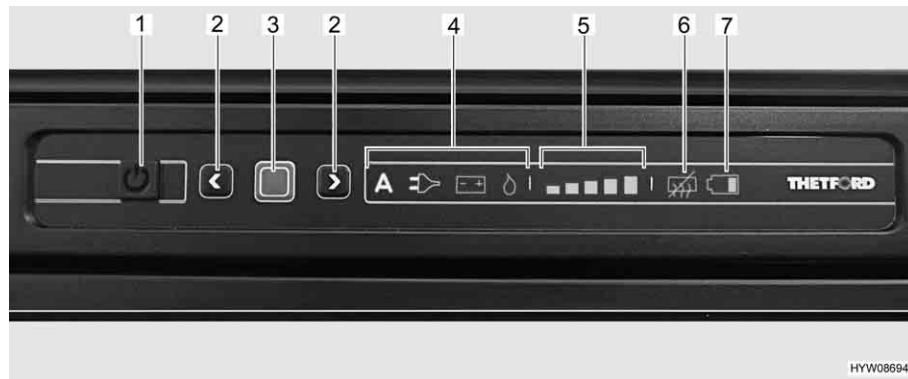

Fig. 98 Elementi di comando del frigorifero
Dopo l'accensione, il frigorifero seleziona automaticamente la regolazione del termostato impostata per ultima. Questa impostazione può essere modificata manualmente con i tasti freccia (Fig. 98,2). Le barre luminose dell'indicatore del livello di refrigerazione (Fig. 98,5) visualizzano la temperatura selezionata sul termostato.
Con i tasti freccia (Fig. 98,2) viene regolata la temperatura di refrigerazione per tutti i tre tipi di energia. Ci vogliono alcune ore prima che il frigorifero raggiunga la temperatura di esercizio impostata. Cambiando la modalità di funzionamento la regolazione del termostato non viene modificata. La temperatura di refrigerazione è indipendente dal tipo di energia utilizzata.
- Premere il tasto On/Off (Fig. 98,1) per 1 secondo. Il tasto si illumina di verde. Gli indicatori si illuminano per 10 secondi, quindi vengono smorzati per risparmiare energia.
- Premere il tasto di conferma (Fig. 98,3). L'impostazione attuale della modalità di funzionamento viene visualizzata.
- Premere il tasto di conferma (Fig. 98,3) per 2 secondi. Il simbolo della modalità di funzionamento (Fig. 98,4) lampeggia.
- Selezionare la modalità di funzionamento desiderata con i tasti freccia (Fig. 98,2).
- Premere il tasto di conferma (Fig. 98,3) per 2 secondi. I simboli della modalità di funzionamento lampeggiano.
- Premere nuovamente il tasto di conferma. L'indicatore del livello di refrigerazione (Fig. 98,5) lampeggia.
- Selezionare la potenza di raffreddamento desiderata con i tasti freccia (Fig. 98,2).
- Premere il tasto On/Off (Fig. 98,1) per circa 2 secondi. Tutte le spie si spengono.
Spegnimento: ■ Premere entrambi i tasti freccia (Fig. 98,2) contemporaneamente per circa 2 secondi. Il simbolo di disattivazione della funzione anti-condensa (Fig. 98,6) si illumina.
Accensione: ■ Premere entrambi i tasti freccia (Fig. 98,2) contemporaneamente per circa 2 secondi. Il simbolo di disattivazione della funzione anti-condensa (Fig. 98,6) si spegne.